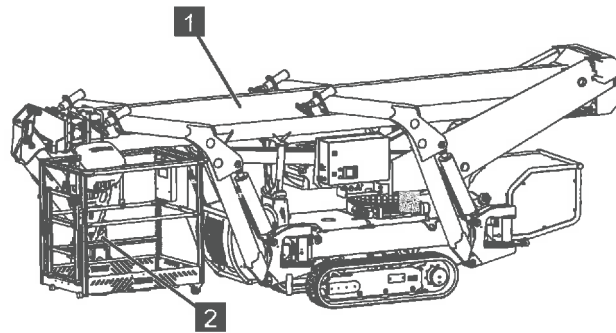

Abb. 128
- Teleskoparm (Abb.128/1) befindet sich in der Transportauflage.
- Arbeitskorb (Abb.128/2) befindet sich in Transportstellung.